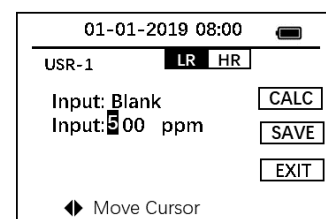

Figura 12.
9. Introduzca la concentración estándar de aceite mediante las cuatro teclas situadas alrededor de la tecla central **OK** (figura 12).